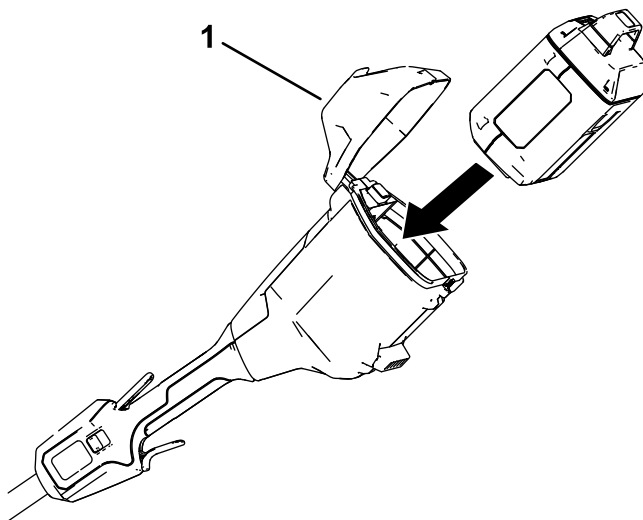

Figure 9
2. Ouvrez le couvercle de la batterie (Figure 9)
3. Alignez le creux de la batterie sur la languette dans le logement de la batterie (Figure 9).
4. Poussez la batterie dans son logement jusqu'à ce qu'elle s'enclenche dans le verrou (Figure 9).